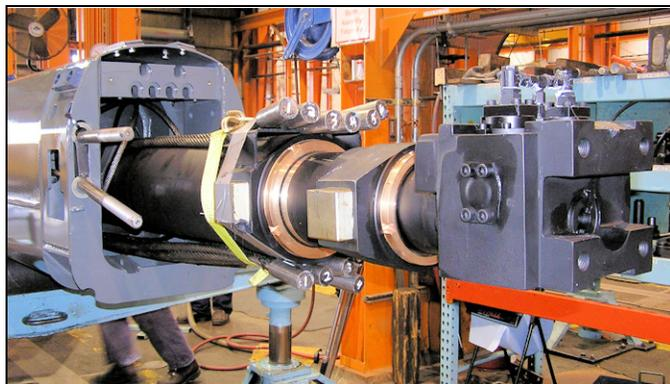

FIGURA 4-38
45. Introduza inteiramente o telescópio 4 (5) no telescópio 3 (4), assegurando-se de que o cilindro telescópico (6) passe através da parte traseira do telescópio 3 sem danificar o telescópio 3 e o cilindro telescópico (consulte a Figura 4-38).